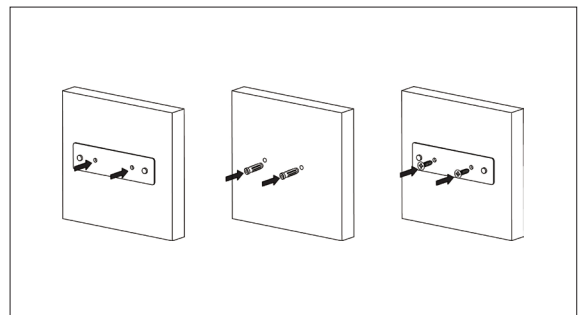

Bild 4
4. Lokalisera monteringsplattan som ingår i paketet. Använd hålen i plattan för att markera en plats på väggen där håltagningen ska göras. Bild 4.